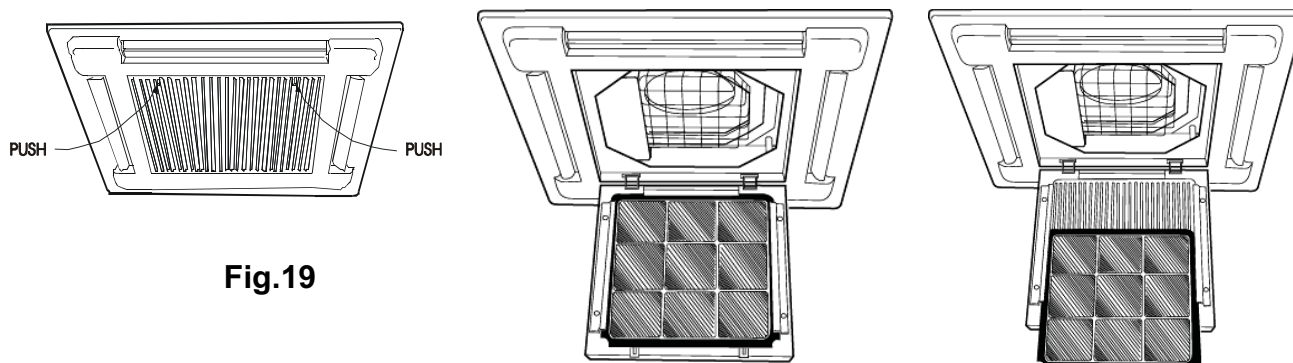

Fig.19
- Le filtre à air est en acrylique et peut être lavé sous l'eau. Pour enlever le filtre, défaire la grille de reprise en exerçant deux pressions (Voir Fig.19) et la section filtre glisse.